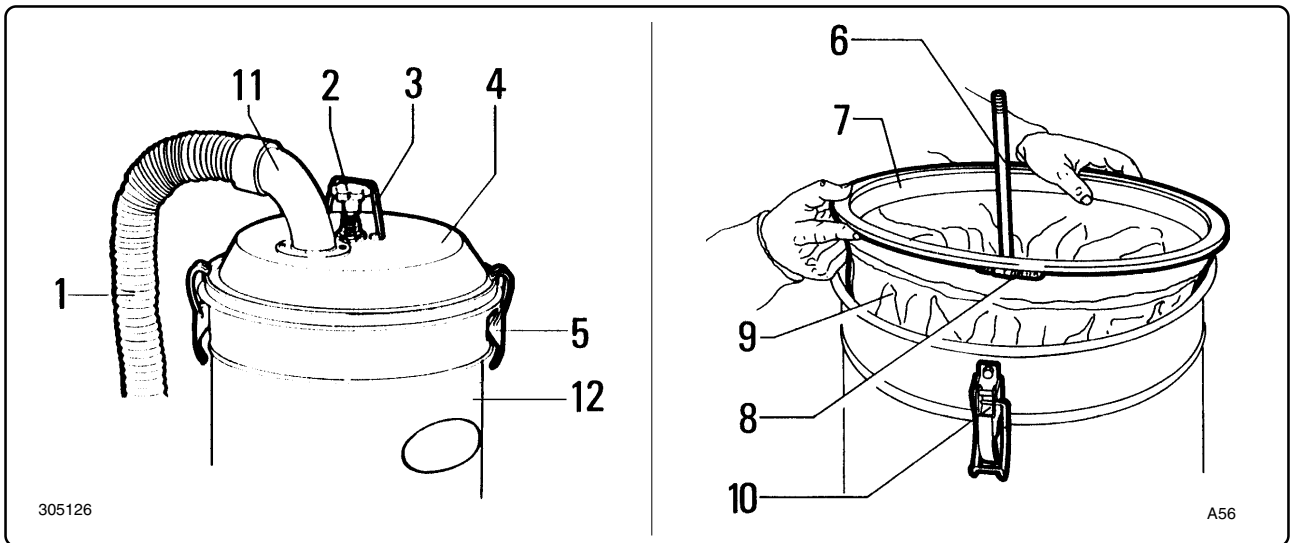

Fig. 7.5.1
**7.5.1 - Sostituzione filtro primario (fig. 7.5.1)**
**7.5.1 - Changing the primary filter (fig. 7.5.1)**
**7.5.1 - Remplacement du filtre principal (fig. 7.5.1)**
**7.5.1 - Sustitución filtro primario (fig. 7.5.1)**
- Inserire il filtro all'interno della camera filtrante "12" fig. 7.5.1, quindi montare il coperchio "4" e bloccarlo mediante i due ganci di chiusura "5".
- Montare il pomello scuotifiltro e bloccarlo in posizione abbassata con l'arresto "3" in modo da mantenere il filtro sempre teso (solo nei modelli 3151 e 150/36) fig. 7.5.1.
- Rimontare il tubo di aspirazione "1" sul bocchettone "11" - fig. 7.5.1.
- *Fit the filter into filtering chamber "12" fig. 7.5.1 then mount cover "4" and lock it in place with the two closing hooks "5".*
- *Mount the filter shaker knob and lock it in the lowered position with stop "3" so that the filter is kept taut (models 3151 and 150/36 only) fig. 7.5.1.*
- *Remount the suction pipe "1" on the outlet "11" - fig. 7.5.1.*
- Introduire le filtre à l'intérieur de la chambre filtrante "12" fig. 7.5.1, puis monter le couvercle "4" et le bloquer avec les deux crochets de fermeture "5".
- Monter le pommeau de secouage du filtre et le bloquer dans la position abaissée avec l'arrêt "3" de manière à maintenir le filtre toujours tendu (dans les mod. 3151 et 150/36 seulement) fig. 7.5.1.
- Remonter le tuyau d'aspiration "1" sur l'embouchure "11" fig. 7.5.1.
- Meter el filtro en el interior de la cámara filtrante "12" fig. 7.5.1 y volver a poner la tapa "4" y bloquearla con los dos ganchos de cierre "5".
- Montar el pomo sacude-filtro y bloquearlo bajando el dispositivo "3" para mantener siempre el filtro tenso ( solo en los modelos 3151 and 150/36 ) fig. 7.5.1.
- Volver a montar el tubo de aspiración "1" en la boca "11" fig. 7.5.1.